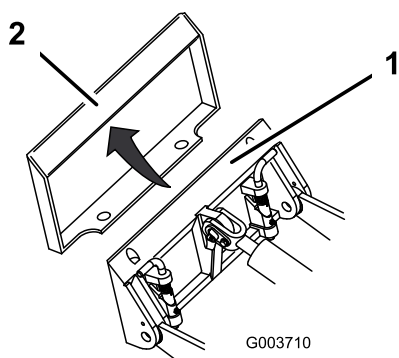

Figure 24
4. Insérez la plaque de montage dans le bord supérieur de la plaque réceptrice de l'accessoire (Figure 24).